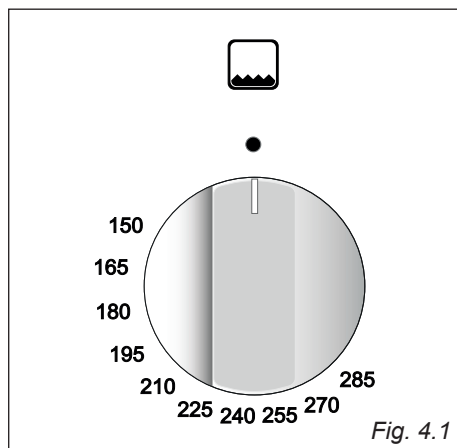

Fig. 4.1
L'afflusso del gas al bruciatore è regolato da un termostato (fig. 4.1) che ha la funzione di mantenere costante la temperatura all'interno del forno. Ciò è ottenuto per mezzo di un bulbo, posto all'interno del forno, che deve essere sempre posizionato correttamente nel suo alloggiamento e deve essere sempre mantenuto pulito per effettuare il corretto rilevamento della temperatura. Inoltre, il termostato è dotato di una valvola di sicurezza che, allo spegnersi della fiamma, chiude automaticamente l'erogazione di gas.
I numeri, stampigliati sul pannello comandi (fig. 4.1), indicano in modo crescente la temperatura del forno. La temperatura viene mantenuta costante sul valore regolato.
2. Premere leggermente la manopola del termostato e ruotarla in senso antiorario fino alla posizione **285** (fig. 4.1, 4.2); quindi premere a fondo la manopola per aprire l'erogazione del gas ed attivare l'accensione premendo il pulsante dell'accensione elettrica (fig. 4.3)